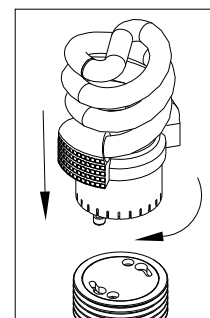

Figure 4
9. To install Integrated Lamp/Ballast (9) insert pins into Socket (6) and rotate clockwise until secure. **See Fig. 4.**
9. Para Instalar la Lámpara/Balastro Integrada (9) inserte las clavijas en el enchufe (6) y gire hacia su derecha hasta que quede segura. **Vea Fig. 4.**